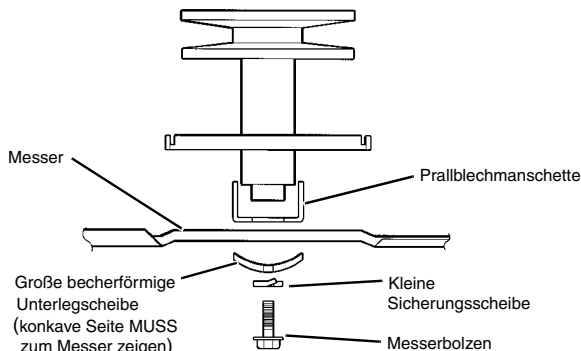

ABBILDUNG 19
- Schrauben und Kleinteile sowie Prallblechmanschette in der dargestellten Reihenfolge wieder zusammenbauen (siehe ABBILDUNG 19).